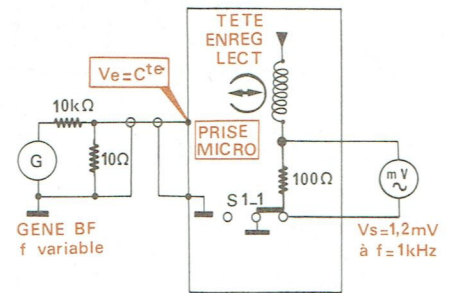

Fig. 12
c) CONTROLE DE LA COURBE DE REPONSE (Fig. 12 et 13)